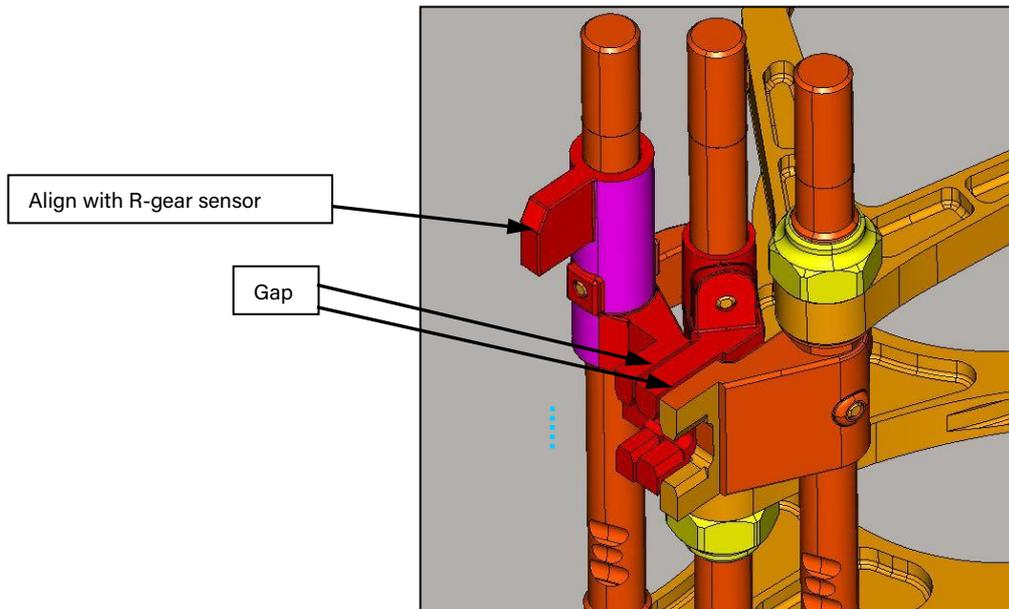

Bild 10
- Den Schaltfinger des Retourganges zum Retourgangsensor im Gehäuse ausrichten (siehe Bild 10).
- Mit einer Fühlerlehre die Schaltfinger so ausrichten, dass diese in gleichmäßigen Abständen zueinanderstehen (siehe Bild 10).